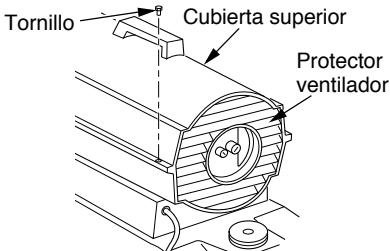

Figura 7 - Remoción del cubierta superior, modelos de 40/50/60/70
- Quite los tornillos a cada lado del calentador utilizando un destornillador phillips. Estos tornillos unen las cubiertas superior e inferior. Consulte la figura 7 ó figura 8.
- Desmonte la cubierta superior (consulte la figura 7 ó figura 8).